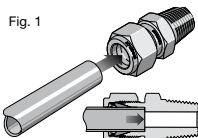

Fig. 1
1. Insérez complètement le tube dans le raccord, contre l'épaulement, puis serrez l'écrou manuellement. *Fig. 1.*